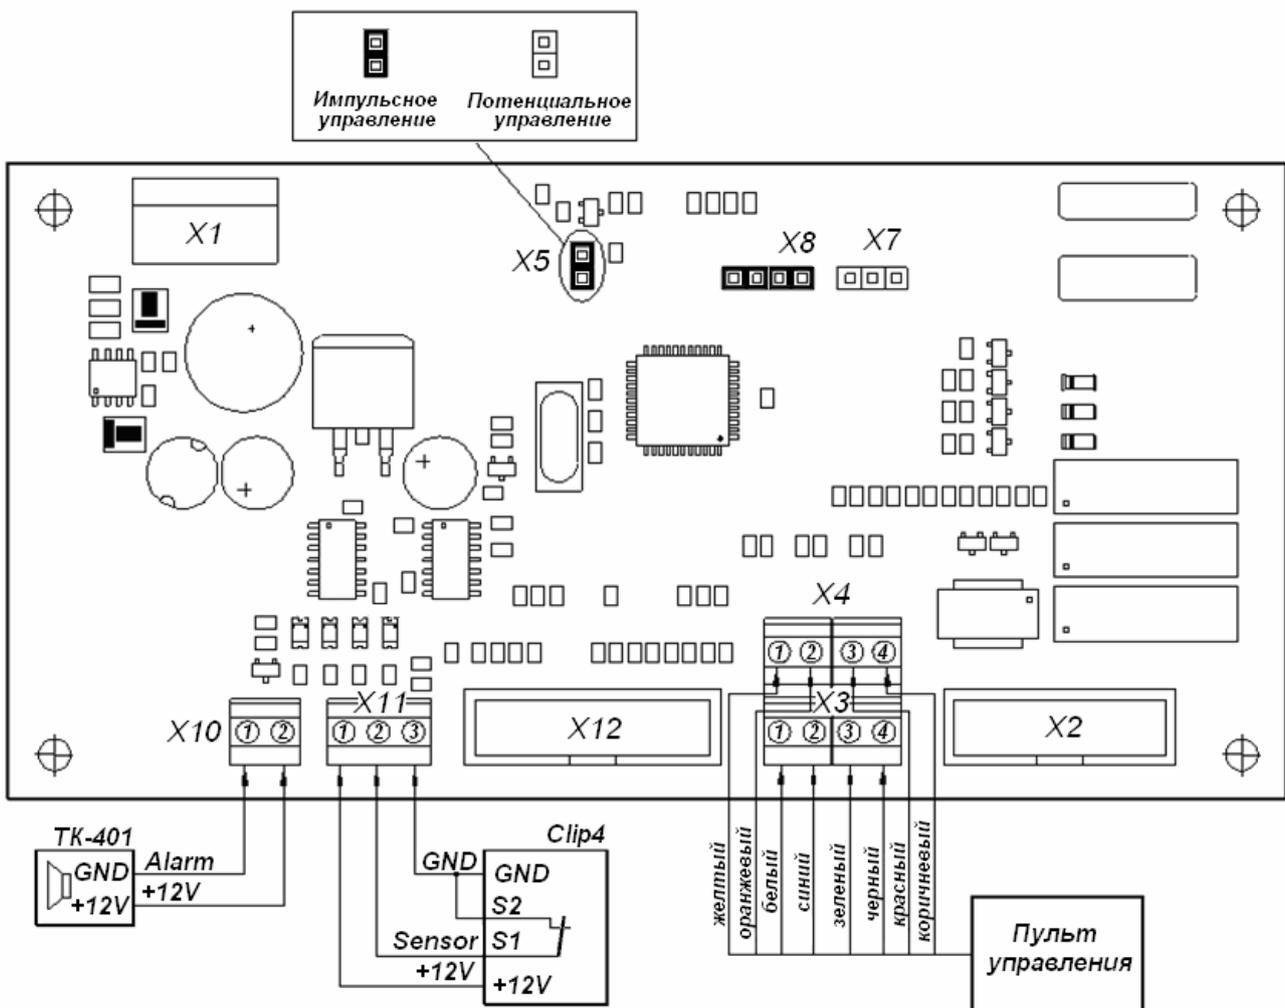
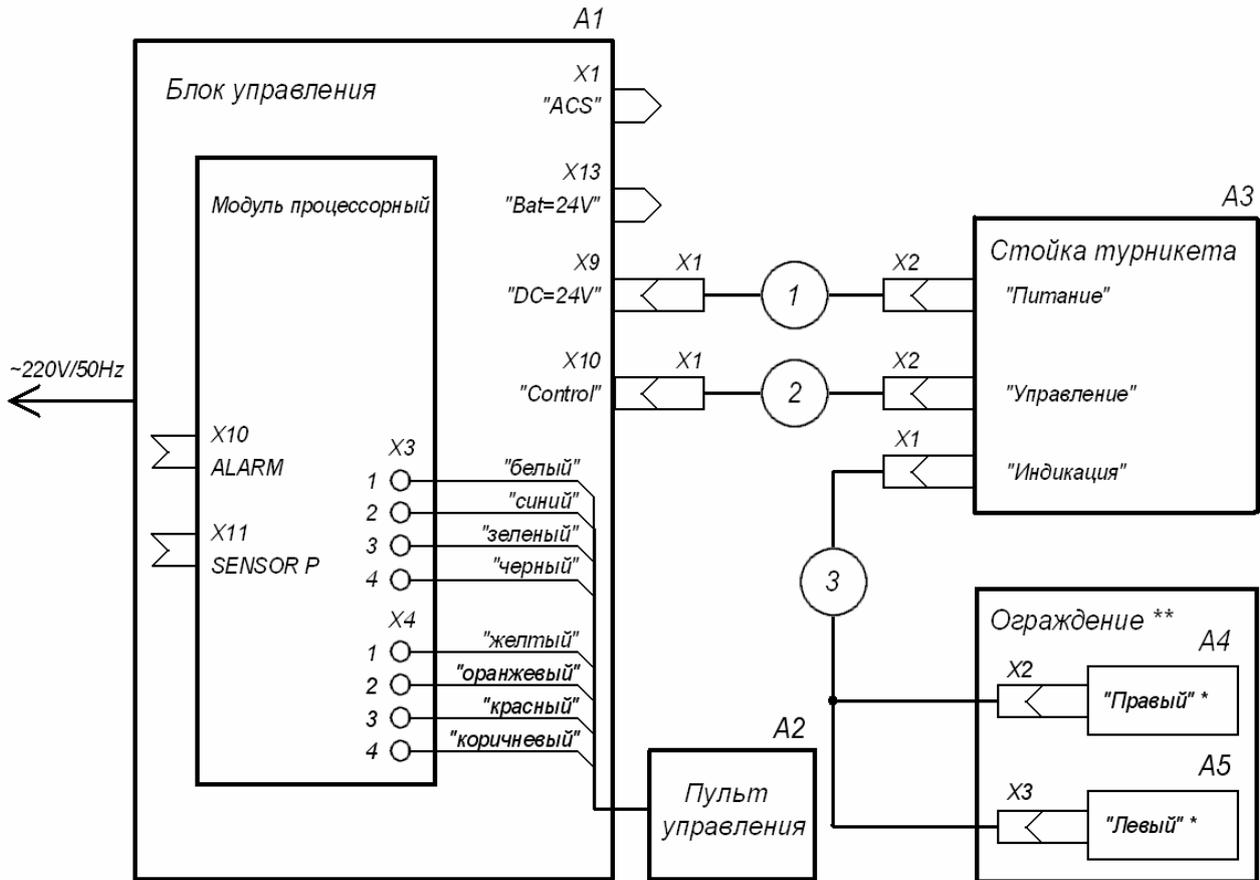

Рисунок 9 Модуль процессорный
Рисунок 11 Схема электрическая соединений
- отсоедините сетевой кабель (12) от сети;
- внутри блока управления на клеммных колодках X3 и X4 процессорного модуля (см. рисунок 9 Приложения 1 и рисунок 11 Приложения 2) поменяйте местами следующие провода кабеля пульта управления (13) – белый с зеленым и желтый с красным, т.е. подключите указанные провода следующим образом: